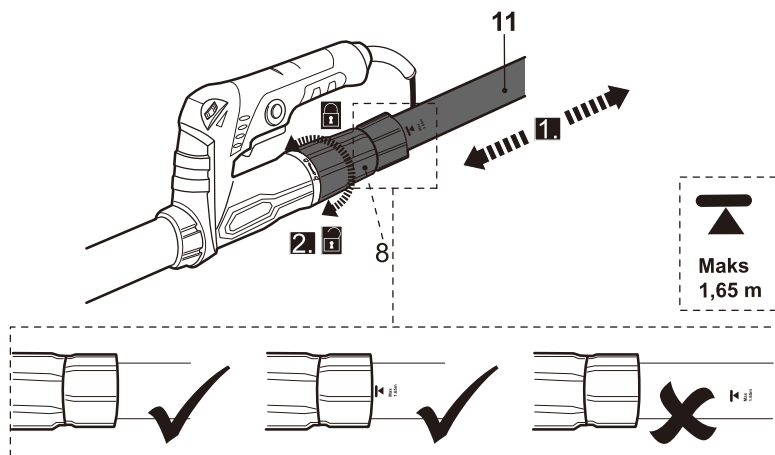

Fig.4
> Ajustez la longueur du tube d'extension (11) si nécessaire. Faites attention au marquage « Max. 1,65 m » qui figure sur le tube d'extension. Une fois le tube d'extension monté/réglé, resserrez le manchon (8) (Fig. 4).
- > Avant de l'appliquer, alignez les perforations du papier abrasif (15) avec les trous du plateau-support (10b) ; vous obtiendrez ainsi une extraction suffisante de la poussière et un résultat satisfaisant.
- > Appuyez légèrement sur le papier abrasif (15) afin de le fixer sur le plateau-support (10b) (Fig. 4).